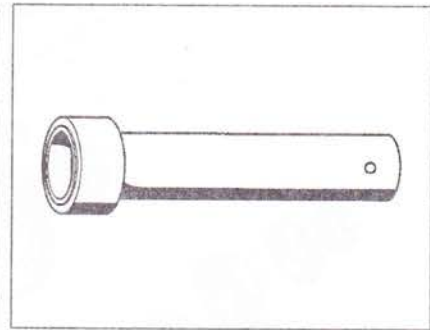

Рис. 5.29. Установите новую манжету с защитным кольцом с помощью инструмента V.Vi. 1236.
3. Установите новую манжету с защитным кольцом с помощью инструмента V.Vi. 1236 (рис. 5.29).